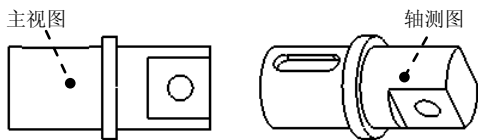

图 3.8.51 轴测图
Step3. 在系统 **选择绘图视图的中心点** 的提示下，在图形区的主视图的右侧单击，此时绘图区出现系统默认的零件模型的轴测图，如图 3.8.51 所示，并弹出“绘图视图”对话框。